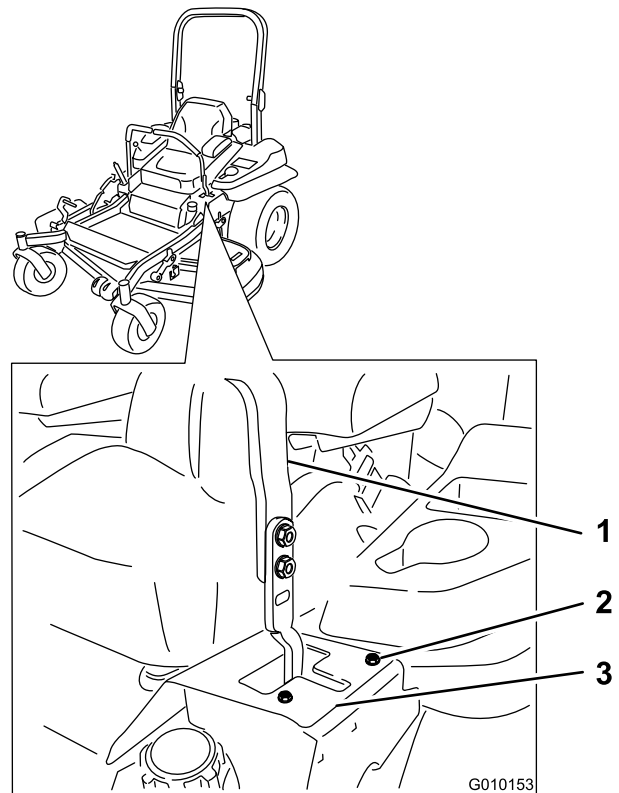

Figura 76
- Si la máquina se desvía hacia la derecha, afloje los pernos y ajuste la chapa del tope izquierdo hacia atrás en la ranura en T de la izquierda hasta que la máquina avance en línea recta (Figura 76).
- Si la máquina se desvía hacia la izquierda, afloje los pernos y ajuste la chapa del tope derecho hacia atrás en la ranura en T de la derecha hasta que la máquina avance en línea recta (Figura 76).
8. Apriete la chapa del tope (Figura 76).